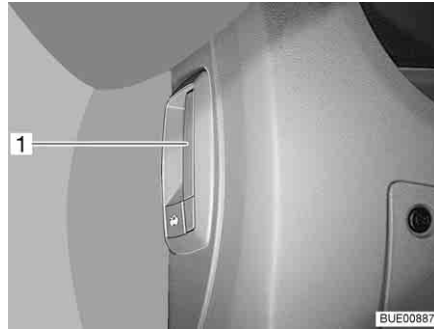

Fig. 26 Levier de déverrouillage capot moteur (dans le véhicule)
- Tirer sur le levier (Fig. 26,1) à gauche sous le tableau de bord. Le capot moteur est maintenant déverrouillé sur les modèles sans crochet de sécurité.